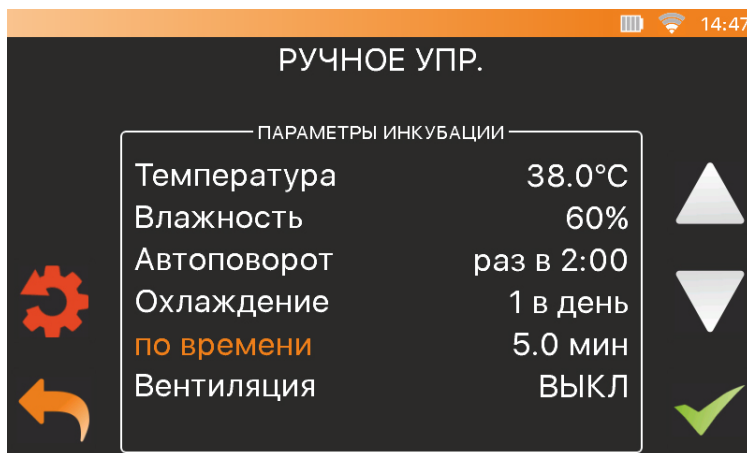

Рисунок 5.7 – Охлаждение по времени
1. По времени – выбирается время охлаждения в минутах (Рис.5.7).